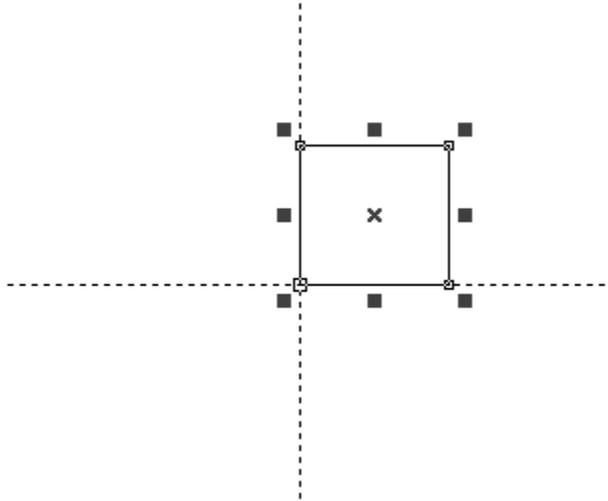

图 2-11 以位置点 1 为基准回原点
**回原点方式：**指当用户执行选取命令中的回原点时把被选取对象的哪一个位置放置到原点。EZCAD2.1 将每个图形都分成 9 个位置点（0-8），设定回原点方式可按习惯准确定位该图形，图 2-11 为按照 1 位置为回原点设定情况，在软件工作空间绘制好图形后，点击“放置到中心”按钮：